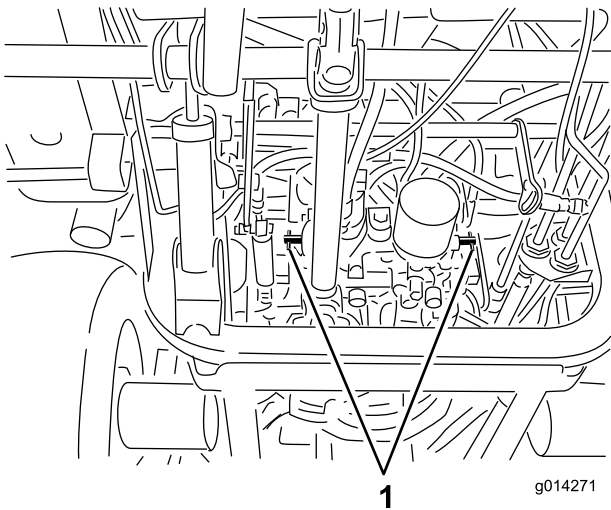

Рисунок 28
4. Поверните каждый перепускной клапан на один оборот против часовой стрелки (Рисунок 28).
1. Поверните каждый перепускной клапан на один оборот по часовой стрелке и затяните их вручную (Рисунок 28).
2. Затяните клапаны с моментом приблизительно 8 Н·м, как показано на Рисунок 28.